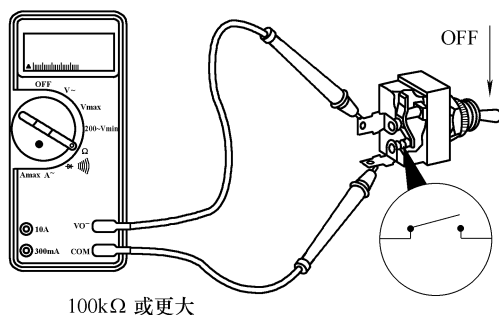

图 5-122 断开开关, 测量两端子间的电阻
② 断开开关, 测量两端子间的电阻, 必须显示开路, 电阻应大于 $100k\Omega$, 如图 5-122 所示。如果电阻不合格, 说明开关有故障, 应进行维修或更换。